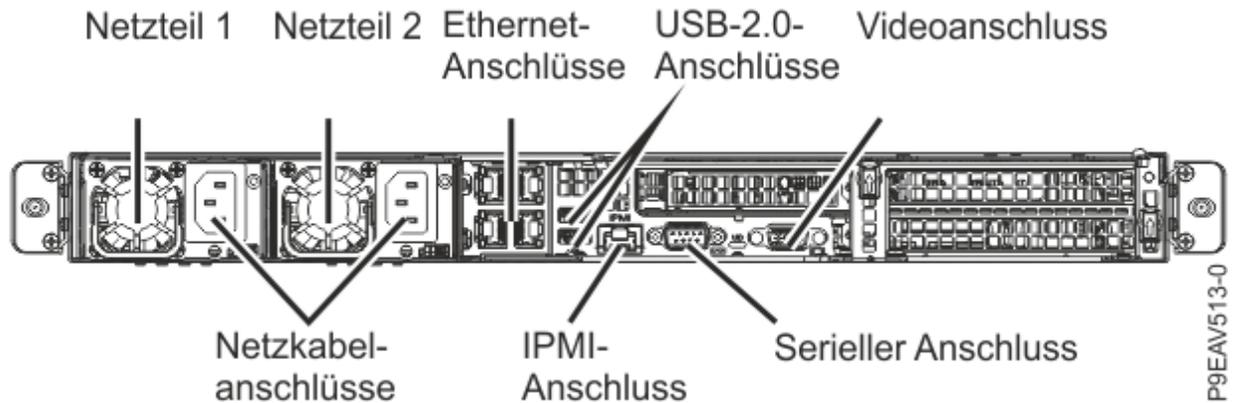

Abbildung 25. Positionen der PCIe-Adapter
2. Informationen zur Position des PCIe-Adapters finden Sie in Abbildung 25 auf Seite 31.